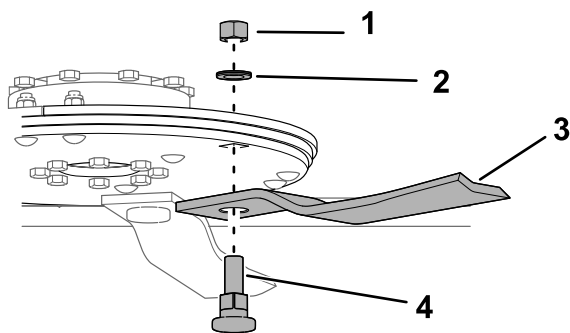

Рисунок 10
3. Вместе с помощником установите новый нож, гайку, шайбу и болт (Рисунок 10).